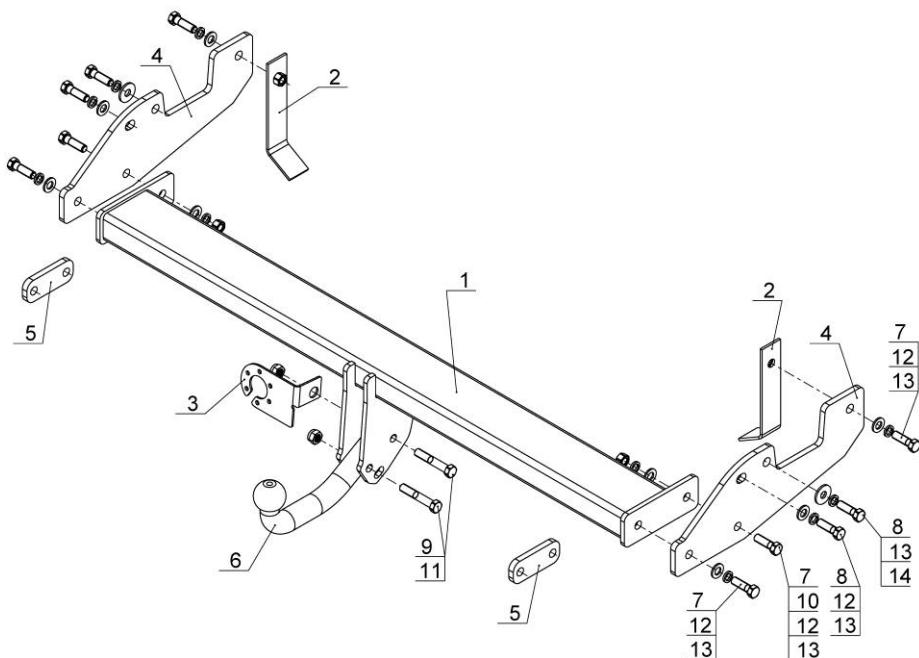

Рис.1.
- Установите ТСУ (рис.1) на автомобиль и зафиксируйте его с помощью крепежных элементов (поз.7,10,12,13);